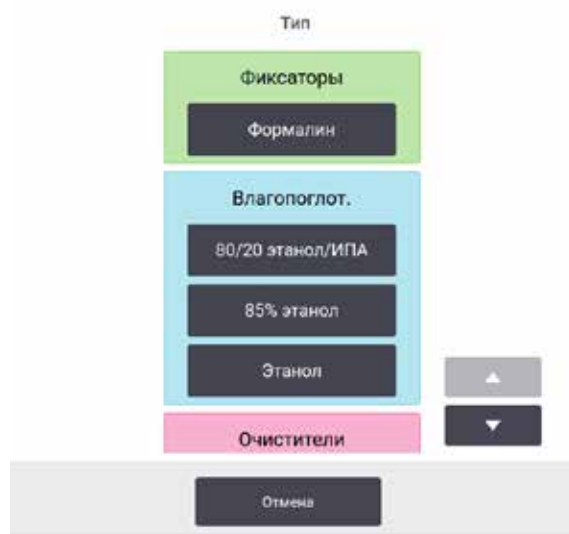

Рис. 72
2. Выберите **Reagent (Реагент) > Stations (Станции)** и нажмите на ячейку **Тип (Тип)** станции. Появится диалоговое окно **Тип (Тип)**. (→ Рис. 72).